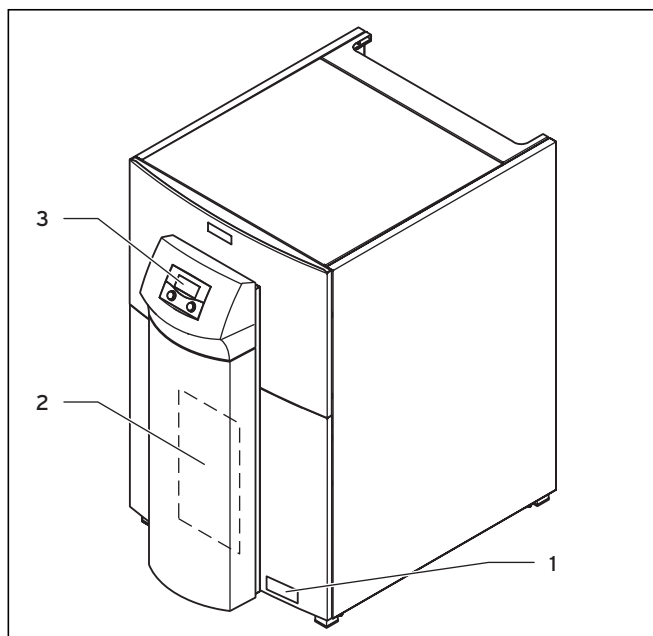

Рис. 3.3 Вид спереди
На тепловом насосе геоTHERM заводская табличка находится вверху справа на передней стороне рамы. Обозначение типа теплового насоса вы можете прочитать на наклейке (1) (→ Рис. 3.3), расположенной на передней обложке внизу справа, а также на заводской табличке.